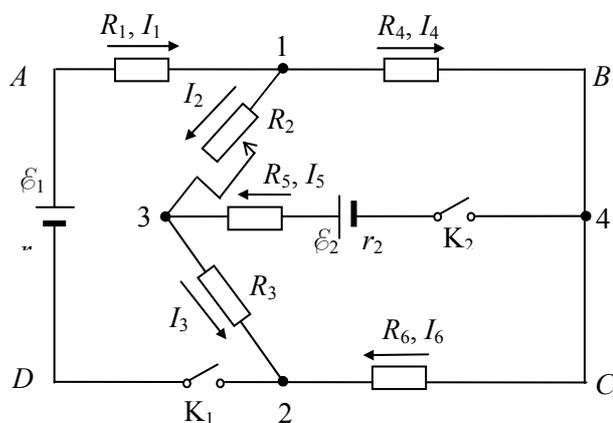

Рис. 1
Зная величины токов I_1 и I_5 (см. рис. 1), а также падение напряжения δU_1 и δU_2 на источниках \mathcal{E}_1 и \mathcal{E}_2 при разомкнутой и замкнутой цепи, рассчитываются величины внутренних сопротивлений r_1 и r_2 источников тока:
Работа выполняется на установке, электрическая схема которой показана на рис. 1. Здесь $R_1 - R_6$ – известные сопротивления, \mathcal{E}_1 и \mathcal{E}_2 – источники постоянных ЭДС.
Падения напряжений на отдельных участках цепи измеряются вольтметром (V). Так как сопротивление вольтметра много больше любого резистора в цепи, то его подключение практически не влияет на величину тока в конкретном сопротивлении и распределение токов во всей цепи. Значения ЭДС $\mathcal{E}_1, \mathcal{E}_2$ и сопротивлений $R_1 - R_6$ подобраны такими, чтобы направления токов совпадали с указанными на рис. 1, а величины напряжений $U_{i,j}$ были всегда положительными.
1. Ознакомьтесь с установкой и проверьте правильность подключения каждого элемента согласно схеме на рис. 1.